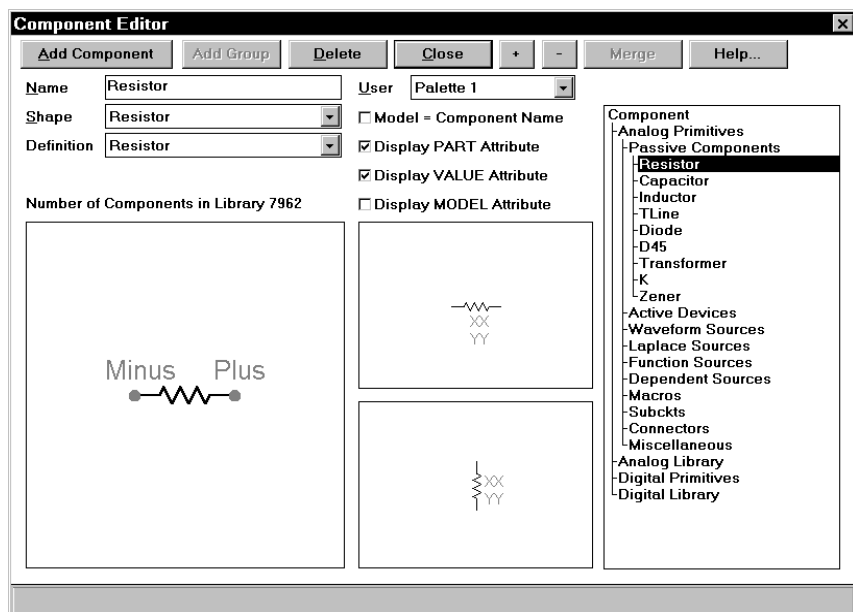

Figura 20. Editor de componentes
- 12) **Component Editor...** (Editor de componentes). Esta opción abre el cuadro de diálogo del editor de componentes, Figura 20. Este editor gestiona la librería de componentes que almacena todos los tipos de componentes que pueden ser incluidos en un esquema de un circuito. El editor de componentes se puede utilizar para añadir un componente nuevo o modificar los componentes existentes.